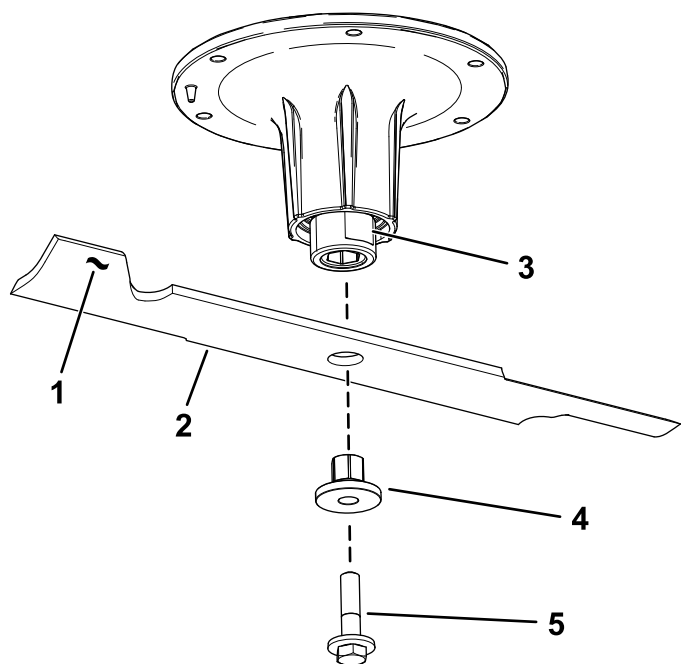

Figure 77
2. Retirez le boulon, la douille et la lame de l'axe de pivot (Figure 77).